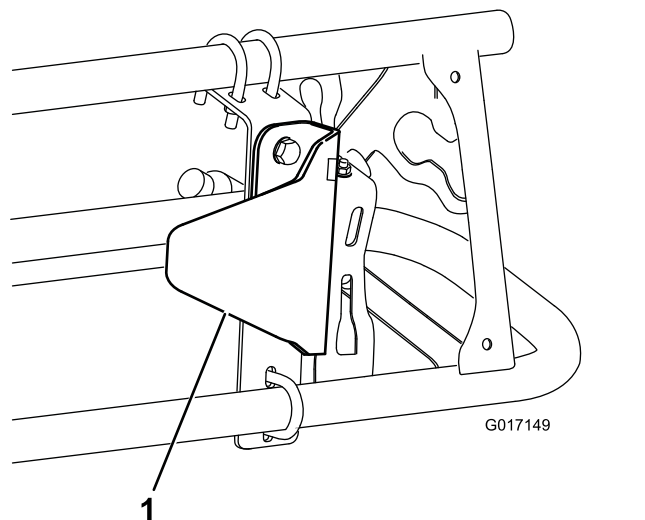

図 16
2. 図 16 のように、取り付けブラケットにセンサーガードブラケットを取り付けるボルト $\frac{5}{16} \times \frac{3}{4}$ " 2本とフランジナット $\frac{5}{16}$ " 2個を使用する。